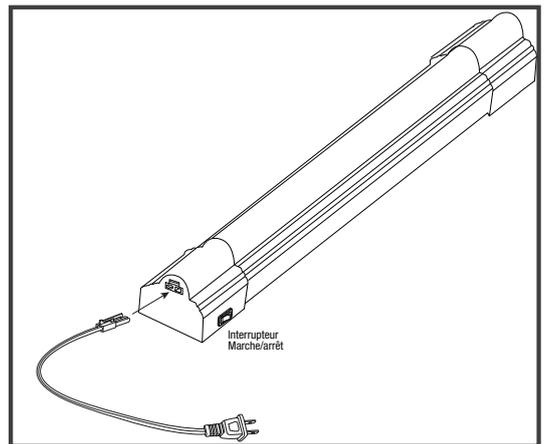

Figure 3
Étape 4 : Connexion du câble d'alimentation : Connecter le câble d'alimentation de 1,5 m (5 pi) au luminaire. Voir la Figure 3. Brancher le câble d'alimentation sur une prise connectée à un circuit de 15 A mis à la terre. La lumière peut être allumée ou éteinte à l'aide de l'interrupteur à bascule intégré au câble. **Attention : Ne pas dissimuler le cordon d'alimentation à l'intérieur d'un mur, d'un plafond, d'un soffite ou d'une autre structure permanente de ce type. Ne pas acheminer le cordon d'alimentation à travers des trous dans les murs, plafonds ou planchers.**